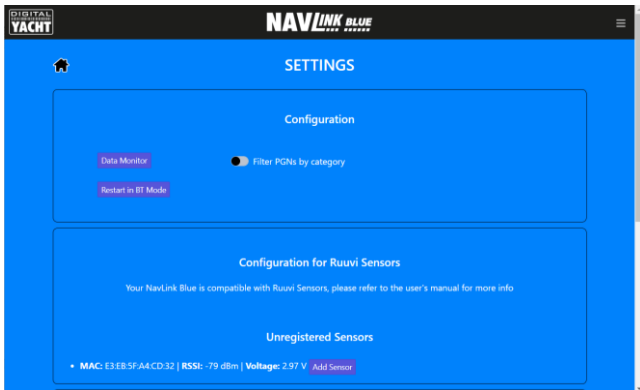

Figure 11
- Pour accéder aux réglages de NAVLink Blue, cliquez sur le bouton SETTINGS de la page d'accueil et la page illustrée à la Fig. 11 apparaîtra.